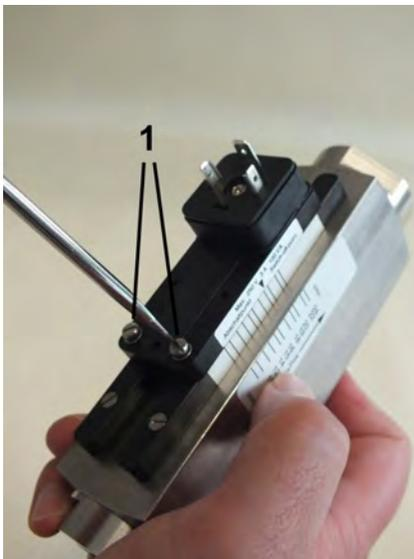

Abb. 34: Feststellschrauben lösen
1. ▶ Die Feststellschrauben des Schaltkontaktes (Abb. 34/1) mit einem Schlitzschraubendreher lösen.
3. ▶ Feststellschrauben des Schaltkontaktes (Abb. 34/1) mit einem Schlitzschraubenzieher wieder anziehen. Dabei Schrauben-Anziehdrehmoment beachten.